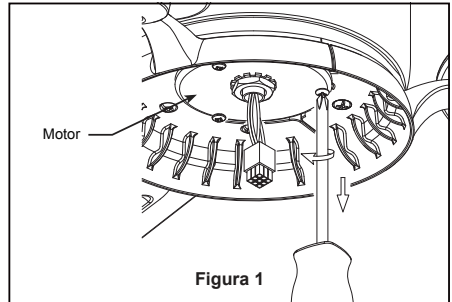

Figura 1
- 1. Retire uno de los tres tornillos en la placa del adaptador en la parte inferior del ensamblaje del motor, guárdelos para después y afloje ligeramente los dos tornillos restantes. (Figura 1)